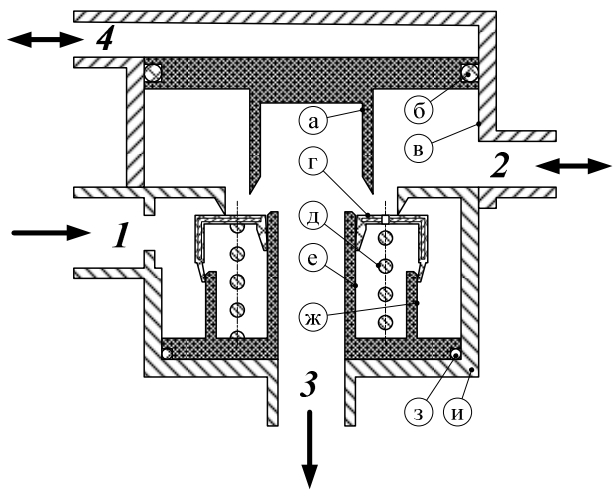
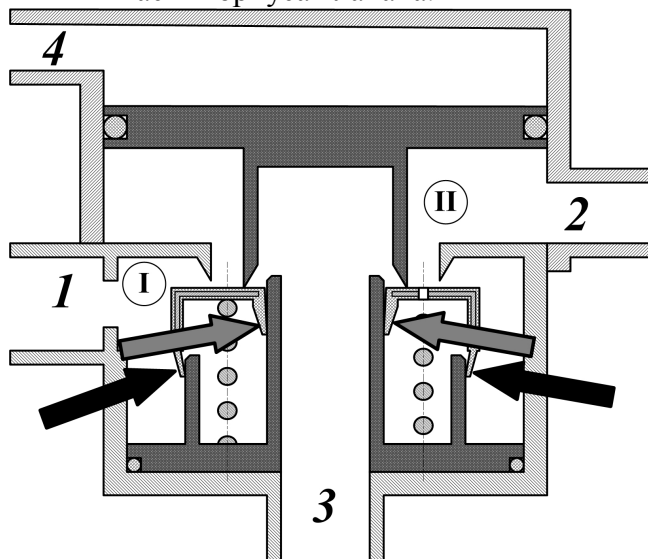

Рисунок 2 – Устройство ускорительного клапана (расторженное состояние):
Рисунок 3 – Герметизация универсальной манжеты в режиме торможения
На рис. 2 представлен вариант использования универсальной манжеты в ускорительном клапане. Универсальная манжета устанавливается на отдельном сменном пластиковом направляющем корпусе, основу которого цилиндры «е» и «ж». Отличительной особенностью такого типа установки манжеты является не только базирование перемещения манжеты, но и принцип ее самоуплотнения (см. рис. 3):
- в расторможенном состоянии при наличии постоянного давления в полости «I» (рис. 3), под его действием наружная кромка манжеты прижимается к наружному цилиндру направляющего корпуса (синие стрелки на рисунке) и верхняя часть манжеты прижимается к кромке нижней части корпуса, предотвращая тем самым утечку воздуха;